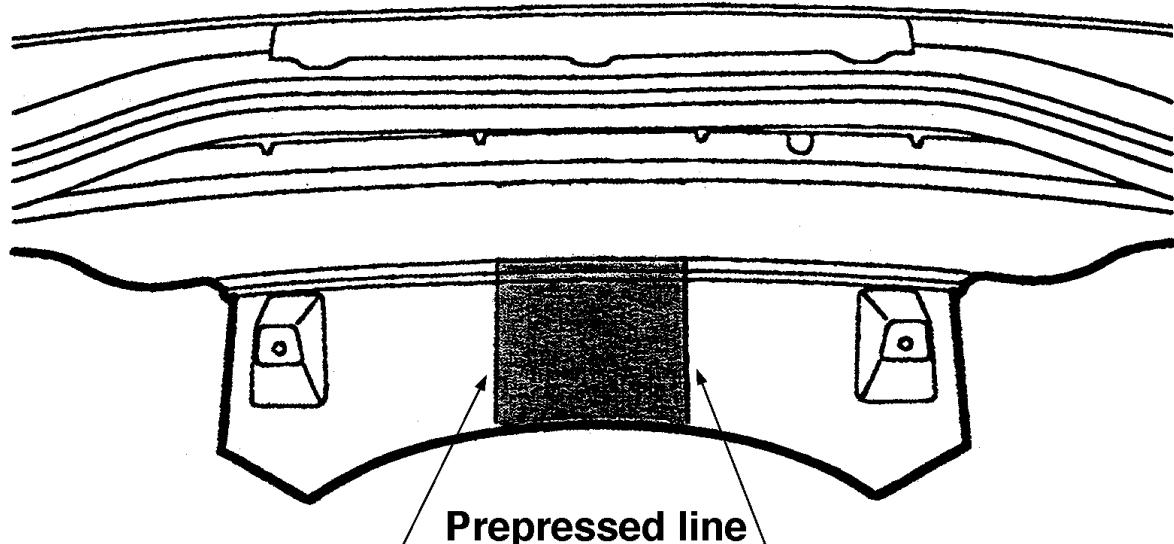

Fig.1
5. Saw a section out of the middle of the bumper as shown in fig. 1
5. Auf der Unterseite der Stoßstange einen Teil aus der Mitte gemäß Abbildung 1 herausschneiden.
Monter le centre de la partie inférieure du pare-chocs une partie corré-spondant à la figure 1.
- Sav en del ud af kofangeren midt på undersiden jf. fig. 1.